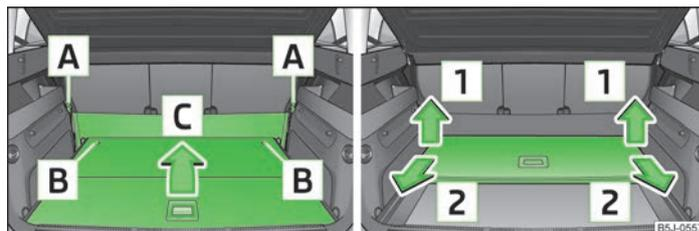

Fig. 50 Plegar/retirar el piso de carga variable
- Desenganchar los lazos [A] » fig. 50 de la pared separadora elástica de sus puntos de sujeción.
- Desbloquear el piso de carga variable girando las argollas de seguridad **B** » fig. 50 hacia la derecha, aprox. 180°.